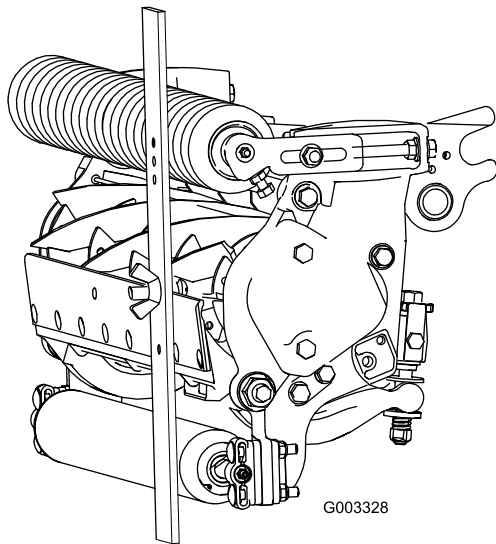

图21
4. 将螺丝头钩在底刀的刀刃上，并将调刀尺的后端放到后滚筒上（图21）。
5. 旋转调节螺丝，直到前滚筒接触到调刀尺（图21）。调整滚筒的两端，直到整个滚筒与底刀平行。